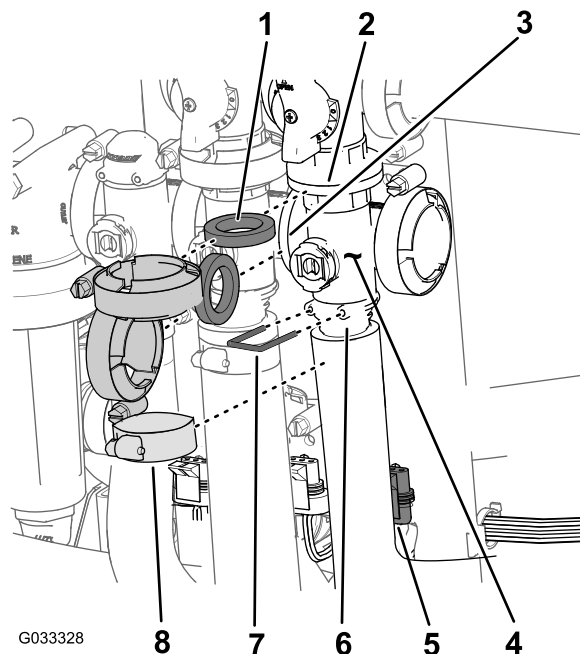

Figure 71
- Retirez les colliers et les joints qui fixent le collecteur de la vanne principale (Figure 71) à la vanne de dérivation de section, la vanne d'agitation et la soupape de collecteur (au bout du flexible du débitmètre).
- Retirez l'étrier qui fixe le raccord de sortie au collecteur de la vanne principale (Figure 71).